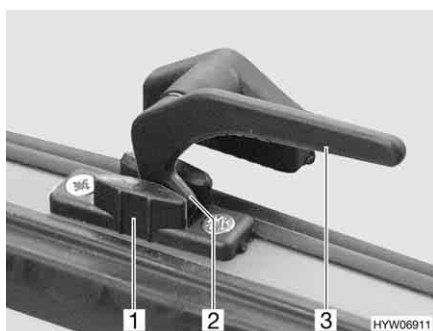

Fig. 77 Levier de verrouillage en position "Aération permanente"
- En position "Aération permanente" (Fig. 77)
- Tourner le levier de verrouillage (Fig. 77,3) d'un quart de tour vers le centre de la fenêtre.
- Remettre le levier de verrouillage en position initiale. Le tenon de verrouillage (Fig. 77,2) doit pénétrer alors dans le logement prévu à cet effet dans le verrouillage de fenêtre (Fig. 77,1).